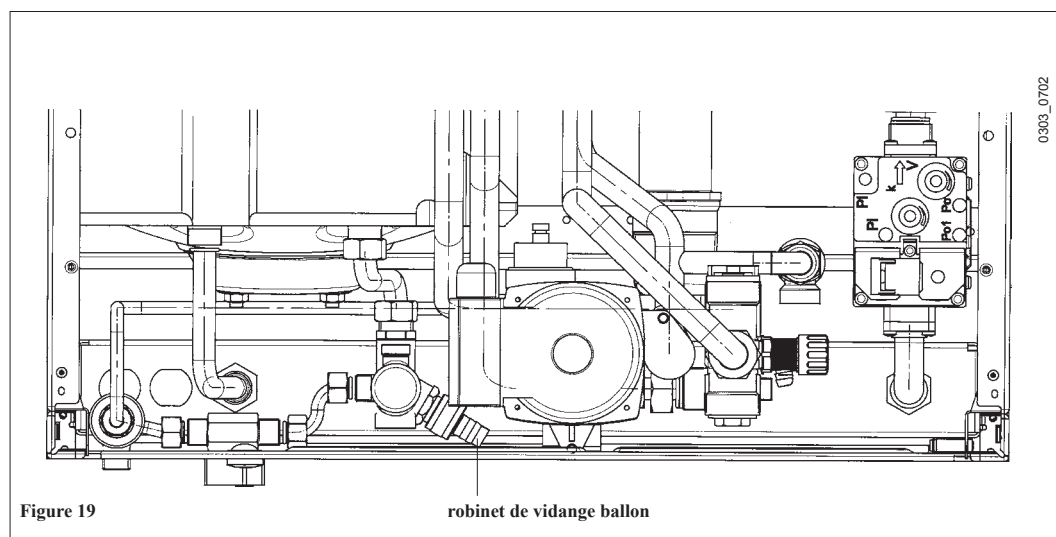

Figure 19
- \* dévisser la bague du robinet de vidange prévu à cet effet (fig. 19);